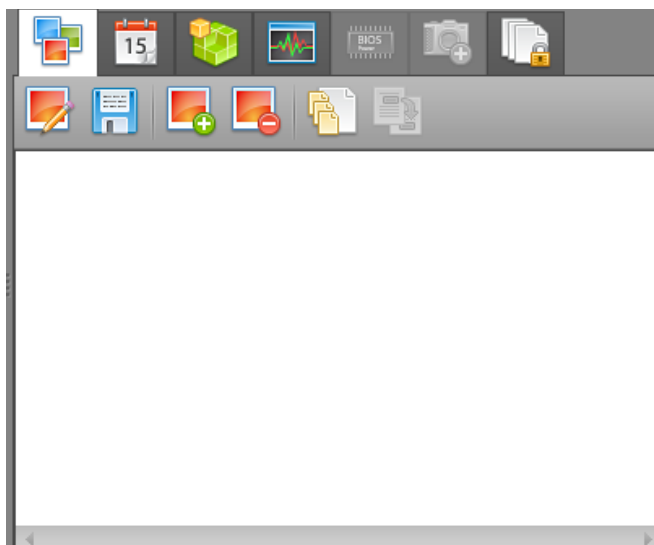

Рисунок 11
- -Блок дополнительной информации (Рис. 11).